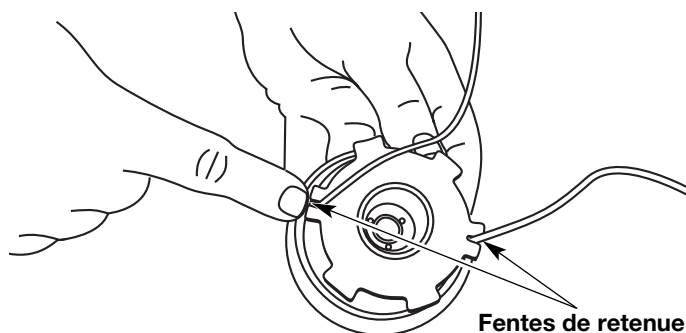

Fig. 18
12. Insérez les extrémités du fil dans les deux fentes de retenue (Fig. 18).